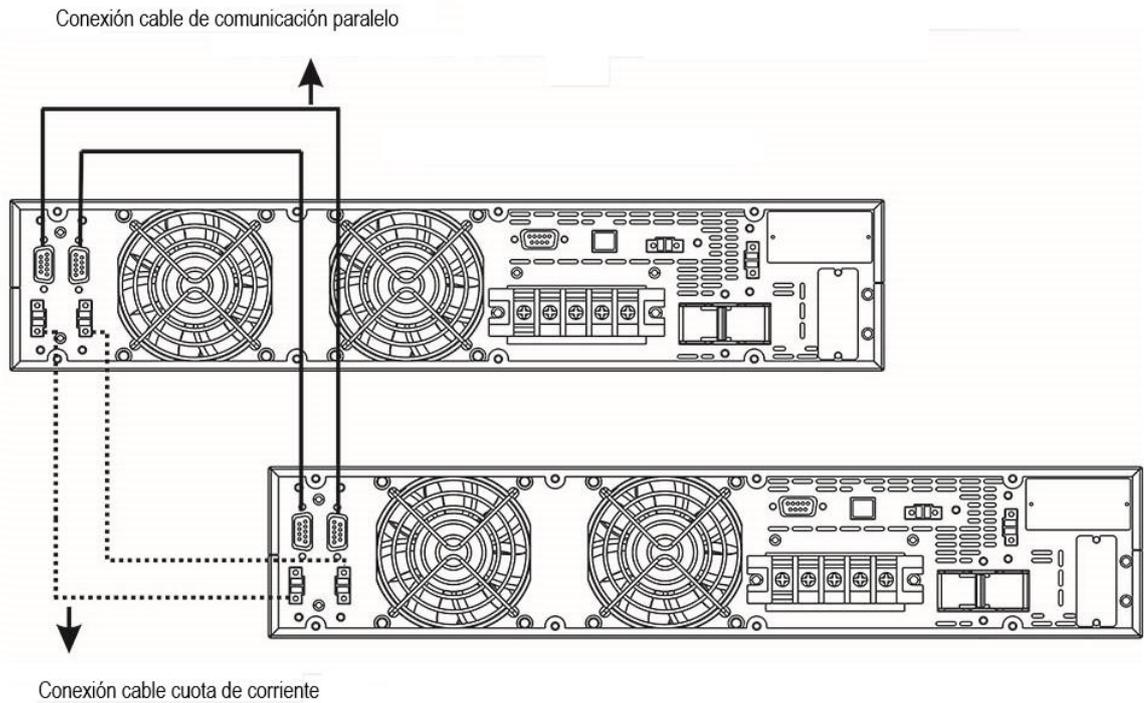

Figura 2: Diagrama de cableado del sistema en paralelo
- 5) Retire la tapa del puerto para aporte de corriente, conecte cada SAI, uno a uno, con el cable paralelo y el cable de aporte de corriente y vuelva a poner la cubierta en su sitio según figura 2